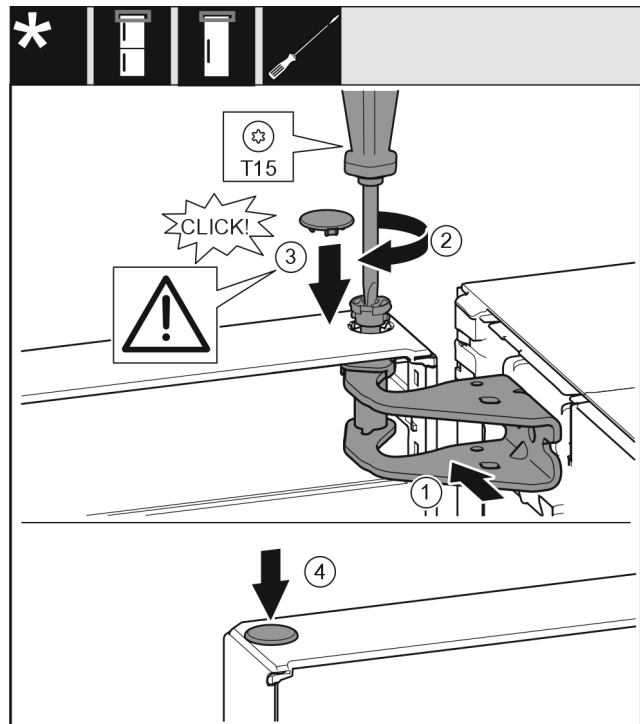

Fig. 22
- ▶ Aliniați ușa sus spre deschizătura în suportul de lagăr. Fig. 22 (1)
- ▶ Introduceți bolțul și înșurubați-l ferm cu șurubelnița T15. Fig. 22 (2)
- ▶ Montarea capacului de siguranță pentru siguranța ușii: Introduceți capacul de siguranță și controlați dacă este așezat pe ușă. În caz contrar, introduceți complet bolțul. Fig. 22 (3)
- ▶ Introduceți dopul. Fig. 22 (4)